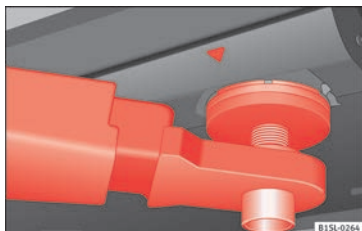
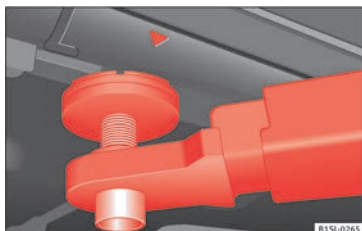

Fig. 232 Points d'appui avant pour lever le véhicule avec un pont-élévateur ou un cric.
Fig. 233 Points d'appui arrière pour lever le véhicule avec un pont-élévateur ou un cric.
Pour lever le véhicule, vous devrez uniquement utiliser les points indiqués dans les figures » fig. 232 et » fig. 233. Si le véhicule n'est pas levé par les points indiqués, cela
- Pour lever le véhicule, vous devrez uniquement utiliser les points indiqués dans les figures » fig. 232 et » fig. 233. S'il n'est pas levé par les points indiqués, il pourrait tomber du pont-élévateur lors de la réalisation